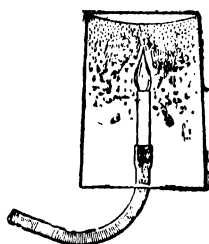

Рис. 39. Над пламенем водорода опрокинут стакан.
■ **Опыт 2.** Подержите над пламенем водорода (недолго) опрокинутый холодный стакан (рис. 39).